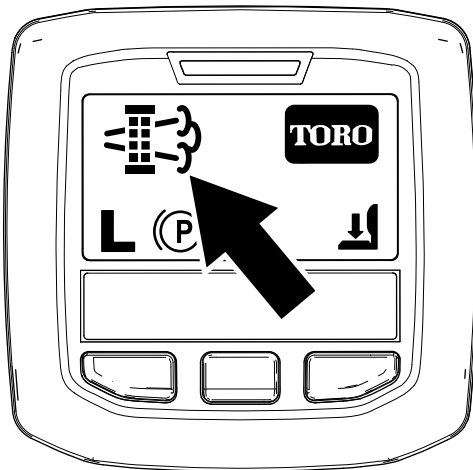

Figure 51
- Quand le calculateur moteur demande une régénération en stationnement ou une régénération d'urgence, l'icône de requête de régénération (Figure 51) s'affiche sur l'InfoCenter.